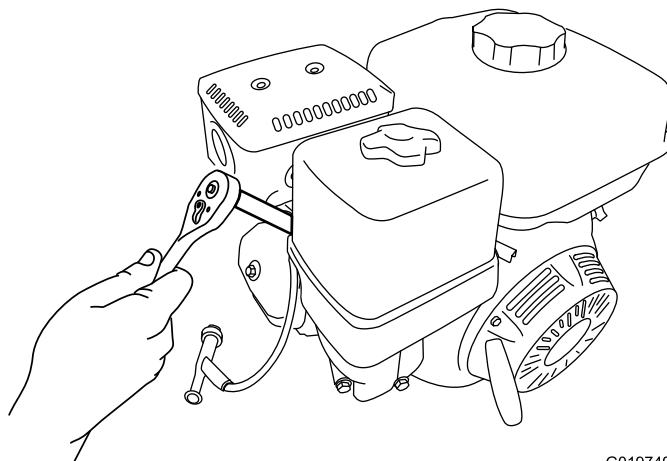

Figura 30
5. Gire a vela em sentido anti horário com uma chave de vela de 13/16 po. (21 mm), removendo a vela e a arruela de vedação (Figura 30).
2. Aperte a vela de ignição no sentido horário com chave de vela de 13/16 pol. (21 mm) até assentar a vela e a arruela de vedação (Figura 30).